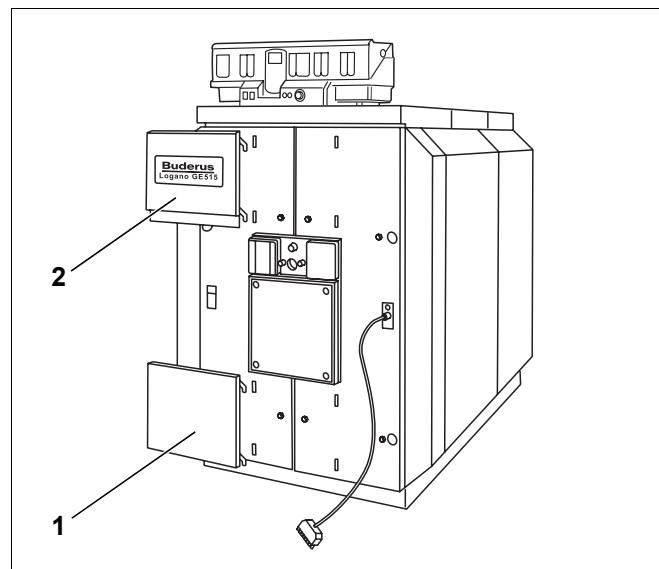

Fig. 58 Aggancio delle coperture della porta del bruciatore
- ▶ Agganciare le coperture della porta del bruciatore al rivestimento della porta del bruciatore (fig. 58, [1] e [2]).